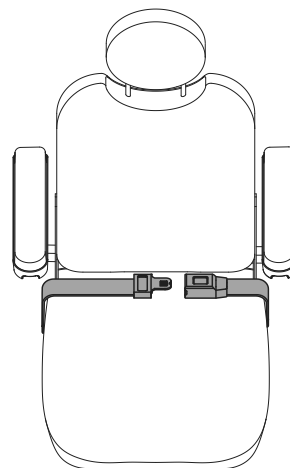

Bild 13. Einstellung des Haltegurts
Ihr Elektrorollstuhl kann mit einem Haltegurt ausgerüstet werden, der zum Komfort des Bedieners verstellt werden kann. **Siehe Bild 13.** Der Haltegurt ist dazu entwickelt, den Bediener zu stützen, so dass dieser nicht den Sitz herunter oder nach vorne rutscht. Der Haltegurt ist nicht zum Gebrauch als Rückhalteeinrichtung geeignet.
1. Nach dem Einsetzen stecken Sie die Metallasche an einer Seite des Gurtes in das Plastikgehäuse auf der gegenüberliegenden Seite, bis Sie einen Klick hören. **Siehe Bild 13.**